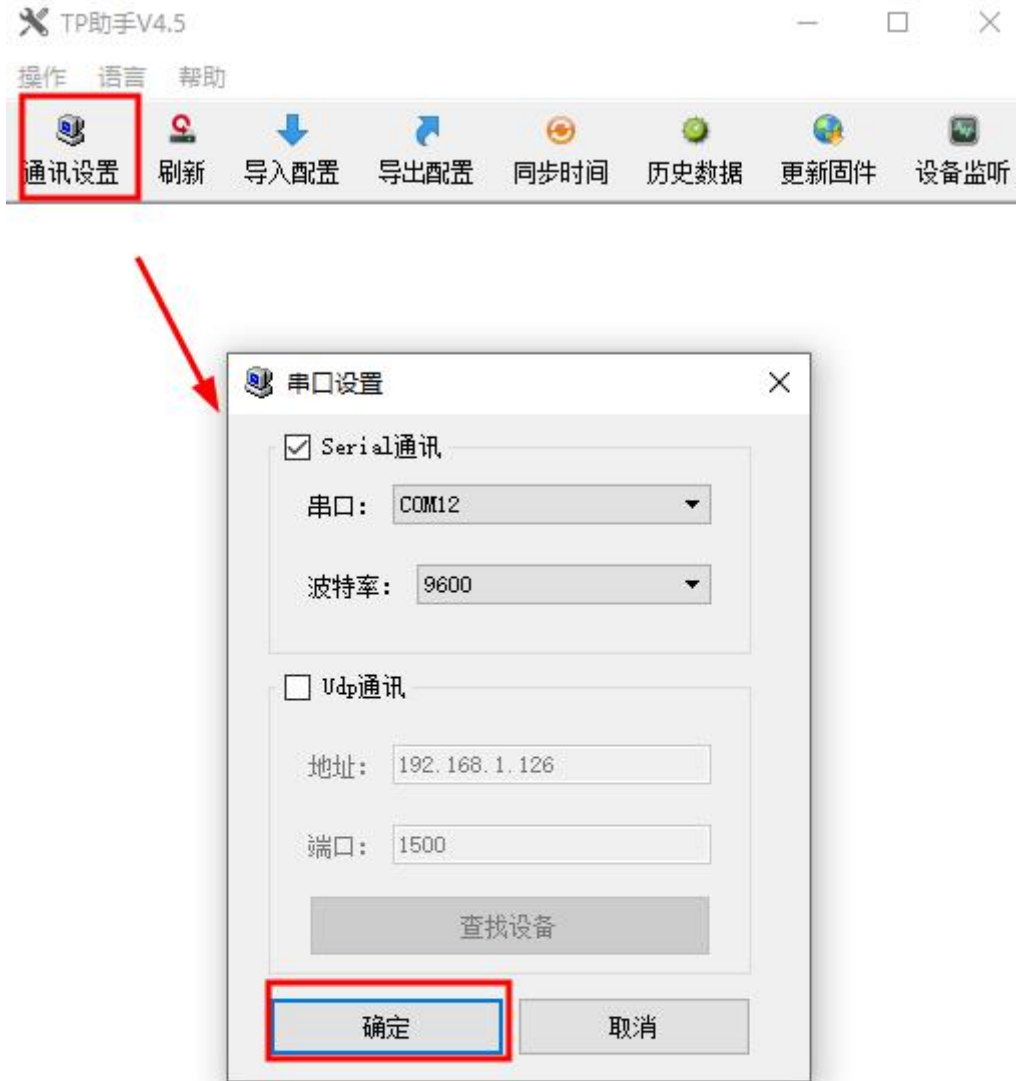

图 4-2
4.2 打开配置工具，点击配置工具左侧第一项的通讯设置，出现串口设置弹窗。串口选择与 CH340 驱动对应的 com 口即 com12 口，USB 口的通讯波特率为 9600.如图 4-2 所示：